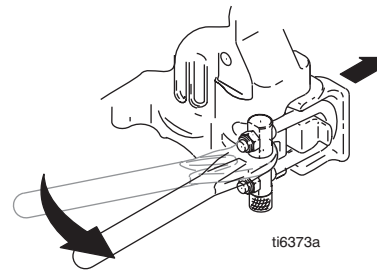

FIG. 18
7. FIG. 18. Skrald pumpelågen åben.